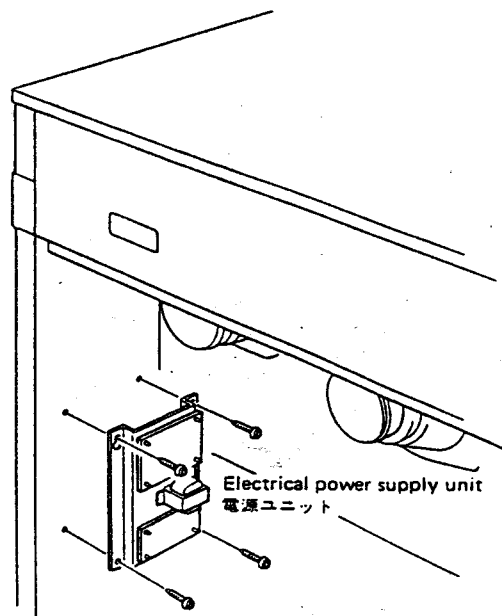

Fig. 3
- ④ As shown in Fig. 3, from the rear side of the main unit, attach the electrical power supply unit (4 screws) to the inside of the main plate, in the position indicated. (When the electrical power supply unit has a voltage switching device, set it also to the indicated position.)
- ④ 図3のように本体の裏面より電源ユニット(ネジ4本)を親板の内側に取り付けます。(電源ユニットに電圧切替器がある場合には、きめられたポジションにセットします。)